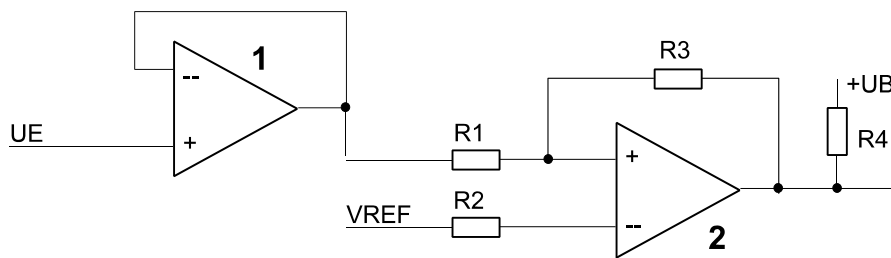

Abb. 4
4. Wir beziehen uns auf Abb. 4. 1 ist ein Operationsverstärker, 2 ein Komparator.